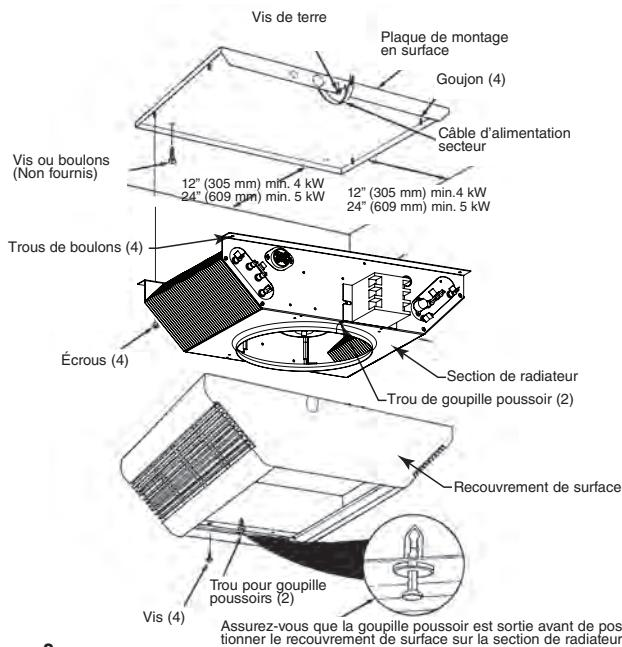

Figure 2
6. Positionnez la plaque de montage en surface contre le plafond et fixez-la avec des boulons ou des vis (Figure 2). Voyez l'avertissement N° 9. Connectez le fil d'arrivée de terre sur la vis de terre verte de la plaque de montage en surface.
10. Positionnez la section de radiateur par-dessus les goujons de la plaque de montage en surface (Figure 2).
11. Pousser la section de radiateur sur les goujons et serrez bien les quatre écrous (fournis) sur ces goujons pour fixer la section de radiateur sur la plaque de montage en surface (Figure 2).
SI VOUS N'INSTALLEZ PAS BIEN LES QUATRE ÉCROUS DE FIXATION LE RADIATEUR PEUT TOMBER (VOYEZ LA FIGURE 2).
15. Installez et serrez bien quatre vis (fournies) pour retenir le recouvrement de surface avec la section de radiateur (Figure 2).
SI VOUS N'INSTALLEZ PAS BIEN LES QUATRE VIS LE RECOUVREMENT DE SURFACE PEUT TOMBER (VOYEZ LA FIGURE 2).
SI VOUS N'INSTALLEZ PAS BIEN LES QUATRE VIS, LE RECOUVREMENT DE SURFACE PEUT TOMBER (VOYEZ LA FIGURE 2).